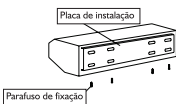

Figura 01
1. Remova a placa de instalação retirando os parafusos de fixação na parte traseira do equipamento (Figura 01);